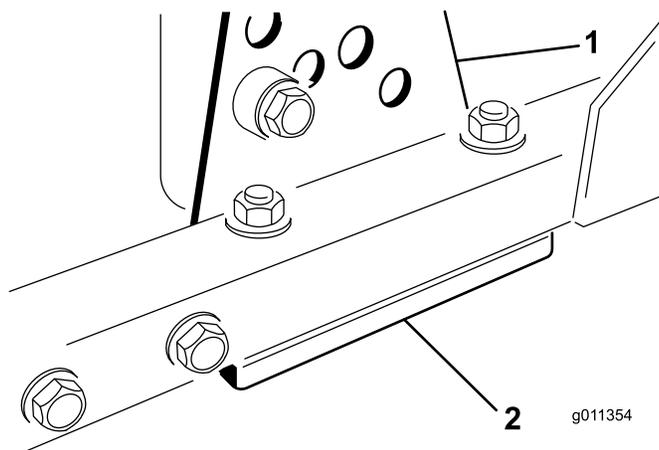

Рисунок 58
1. Снимите кронштейн высоты скашивания (передний, левый или правый) с рамы деки (Рисунок 58).
2. Установите регулировочные прокладки толщиной 1,5 мм и/или 0,7 мм между рамой деки и кронштейном, чтобы получить необходимую регулировку высоты (Рисунок 58).